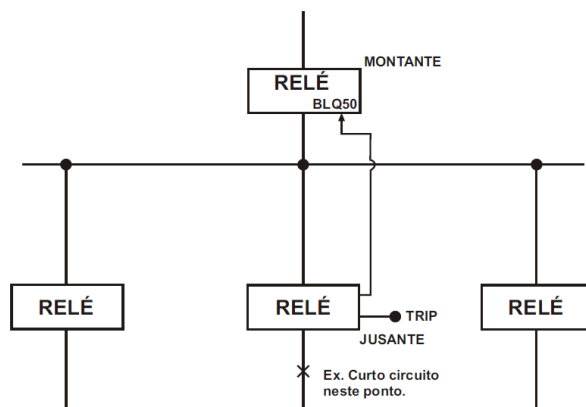

Figura 2.6: Exemplo da função 99.
Na ocorrência de um curto-circuito conforme exemplo da figura 2.6. a Seletividade Lógica do relé a jusante com o relé a montante ocorre com o envio de um bloqueio físico da unidade instantânea (50).